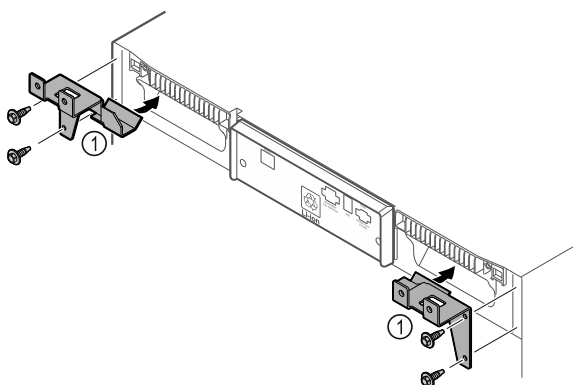

Fig. 10
- ▶ Asenna pidinosat Fig. 10 (1) kierteittävillä ruuveilla laitteeseen.